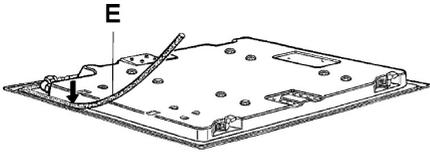

Fig. 9
- A aplicação da massa de calafetar deve ser feita da seguinte forma: apoiar o cooktop com o seu lado inferior para cima [Fig. 9]. As tiras de massa de calafetar “E” devem ser colocadas na borda que ficará em contato com o tampo, em toda a sua periferia. Fazer com que a aderência entre a massa de calafetar e a borda do cooktop seja boa, pressionando com os dedos. Ao final deve haver total continuidade do material de isolamento na borda do cooktop.